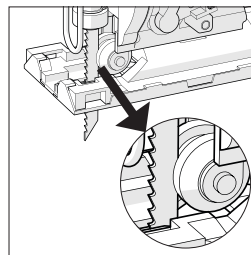

Fig 2
- Kontrollera att bladets baksida har fästs i ledvalsens fära. (Fig. 2)